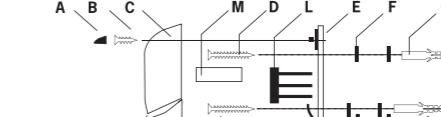
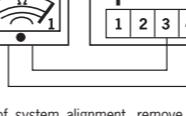

figura 1
figura 6
8. (Escluso FT00/6) Nel caso la distanza trasmettore/ricevitore fosse inferiore a 4-5 metri, il corretto funzionamento del sistema potrebbe essere compromesso dalla presenza di eventuali parti metalliche riflettenti. In questo caso sarà necessario passare alla portata ridotta e/o inserire il tubo incanalatore "M" (vedi figura 1) di diametro 5 mm sul fotodispositivo del ricevitore. Si noti che l'impiego del tubo riduce la portata del 30% circa.
10. Montare il coperchio "C" utilizzando le viti di fissaggio "B" (vedi figura 1). Verificare il corretto funzionamento del sistema, interrompendo più volte il raggio infrarosso inserendo un ostacolo tra il trasmettore ed il ricevitore. Controllare quindi la conseguente commutazione dei relè (vedi figura 6).
6. (Seulement pour FT98-FT98S-FT00/6) Si la distance émetteur/récepteur est inférieure à 4-5 mètres, le fonctionnement correct du système pourrait être compromis par la présence d'éventuelles parties métalliques réfléchissantes. Dans ce cas, il sera nécessaire de passer à la portée réduite et/ou d'insérer le tube de canalisation "M" (voir figura 1) di 5 mm di diametro sul dispositivo photoélectrique del ricevitore.
8. (Excluse FT00/6) Si la distance émetteur/récepteur est inférieure à 4-5 mètres, le fonctionnement correct du système pourrait être compromis par la présence d'éventuelles parties métalliques réfléchissantes. Dans ce cas, il sera nécessaire de passer à la portée réduite et/ou d'insérer le tube de canalisation "M" (voir figura 1) di 5 mm di diametro sul dispositivo photoélectrique del ricevitore.
10. Monter le couvercle "C" en utilisant les vis de fixation "B" (voir figura 1). Vérifier le fonctionnement correct du système, en interrompant plusieurs fois le rayon infrarouge en insérant un obstacle entre l'émetteur et le récepteur. Contrôler alors la commutation des relais qui s'en suit (voir figura 6).